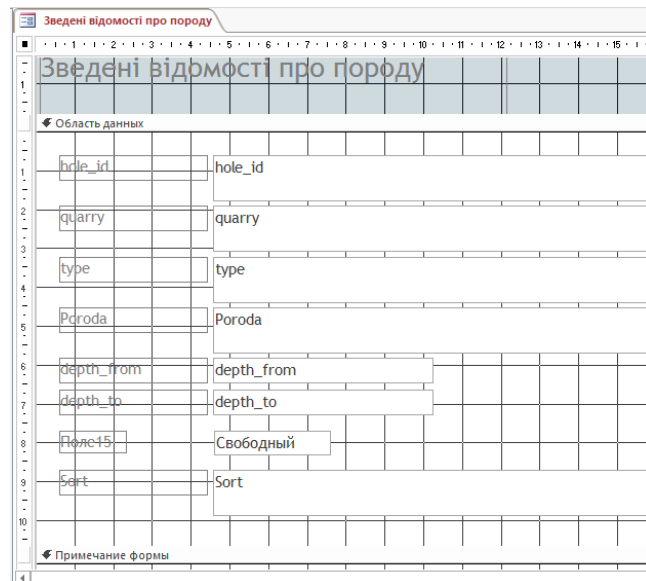

Рис. 20. Вставка обчислюваного поля у макет форми
4. Відділити поле Свободный від приєднаного надпису Поле 15 (Переміщення напису і поля відбувається при захопленні за лівий верхній кут поля). Результат представлено на рис. 20.